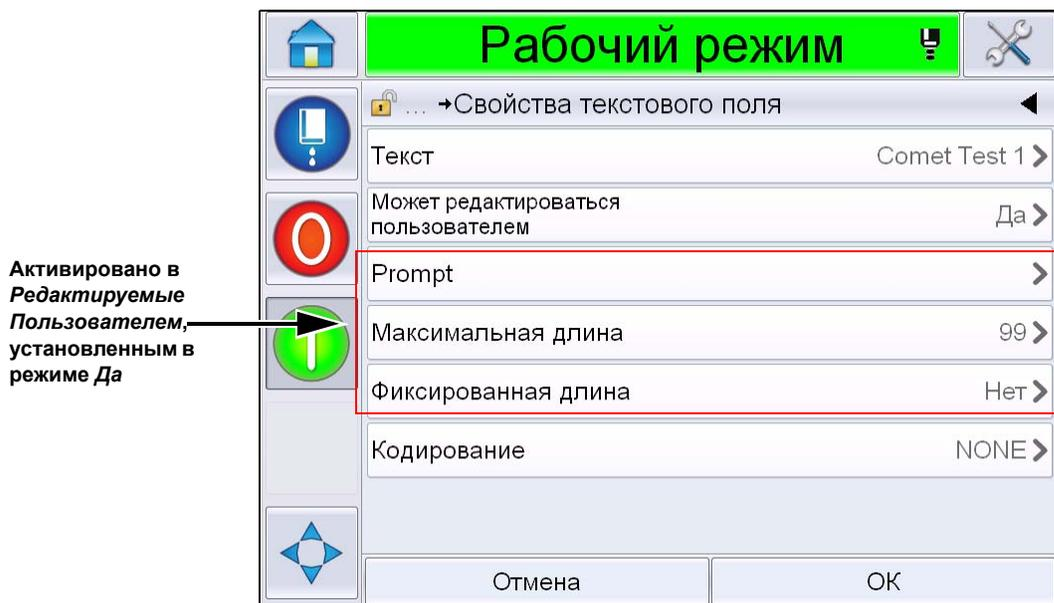

Рис. 5-56: Окно дополнительных свойств текстового поля
- 3 Нажмите *Редактируемые пользователем* и нажмите *Да*. Появится список дополнительных полей (смотрите Рис. 5-56 5-56 на стр. 5-68).